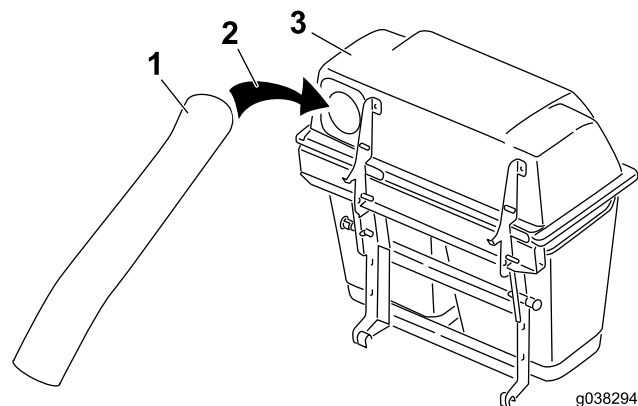

Figura 32
- Montate il tubo superiore sull'apertura del sistema di raccolta ed estraetelo di nuovo in modo che la guarnizione della tramoggia sporga in fuori (Figura 32).